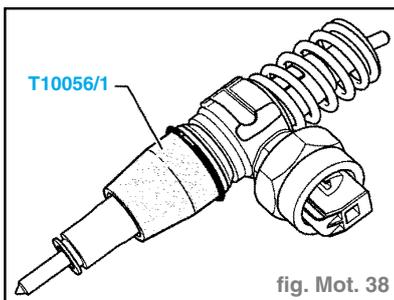

fig. Mot. 38
- Engager la douille de montage T10056/1 jusqu'en butée sur l'injecteur-pompe (fig. Mot. 38).